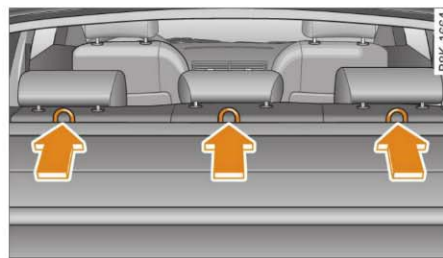

Fig. 198 Spătar spate: Ancorajele Top Tether
- Prindeți centura în ancorajul Top Tether ⇒ *pagina 183*, fig. 198.